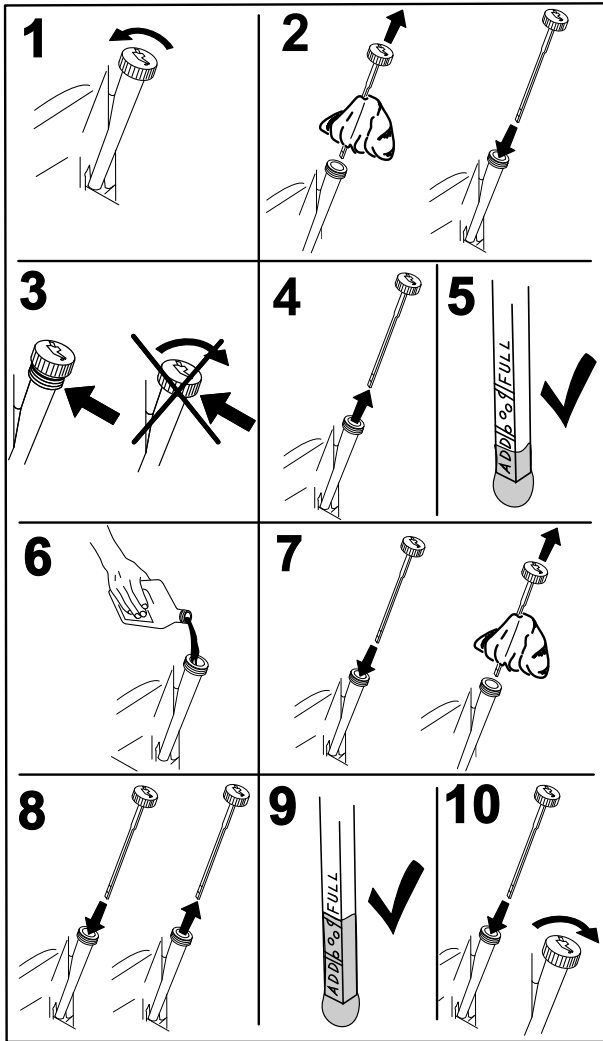

Figure 31
- Avant de quitter la position de conduite, coupez le moteur, enlevez la clé de contact et attendez l'arrêt de toutes les pièces mobiles (Figure 31).